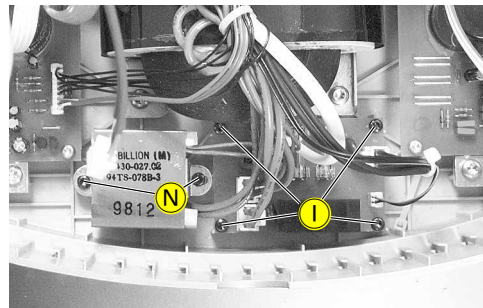

Fig. 7
- 4 Schrauben (I) (Fig. 7) herauserschrauben.
- 2 Schrauben (N) (Fig. 7) herauserschrauben.
- Undo 4 screws (I) (Fig. 7).
- Undo 2 screws (N) (Fig. 7).